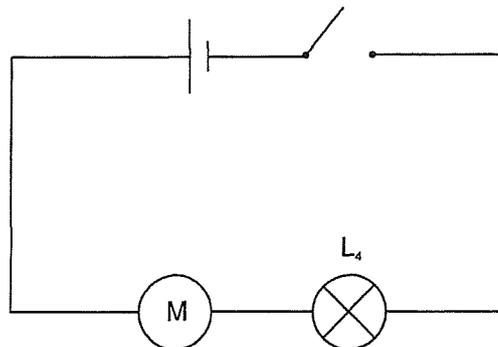

Figure 16.1
4.1. Réaliser le montage de la figure 16.1.